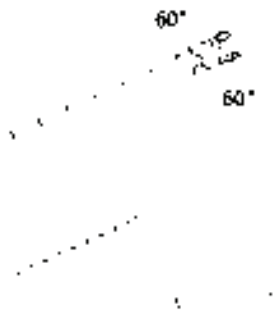

图 10-112 创建截面轮廓
- ⑤ 选择菜单栏中的“视图”→“三维视图”→“俯视”命令, 将视图切换到俯视图。
⑥ 绘制牙型截面轮廓。单击“绘图”工具栏中的“直线”按钮, 捕捉螺旋线的上端点绘制牙型截面轮廓, 尺寸参照如图 10-112 所示; 单击“绘图”工具栏中的“面域”按钮, 将其创建成面域。
- ⑦ 扫掠形成实体。单击“视图”工具栏中的“西南等轴测”按钮, 将视图切换到西南等轴测视图。单击“建模”工具栏中的“扫掠”按钮, 命令行中的提示与操作如下。